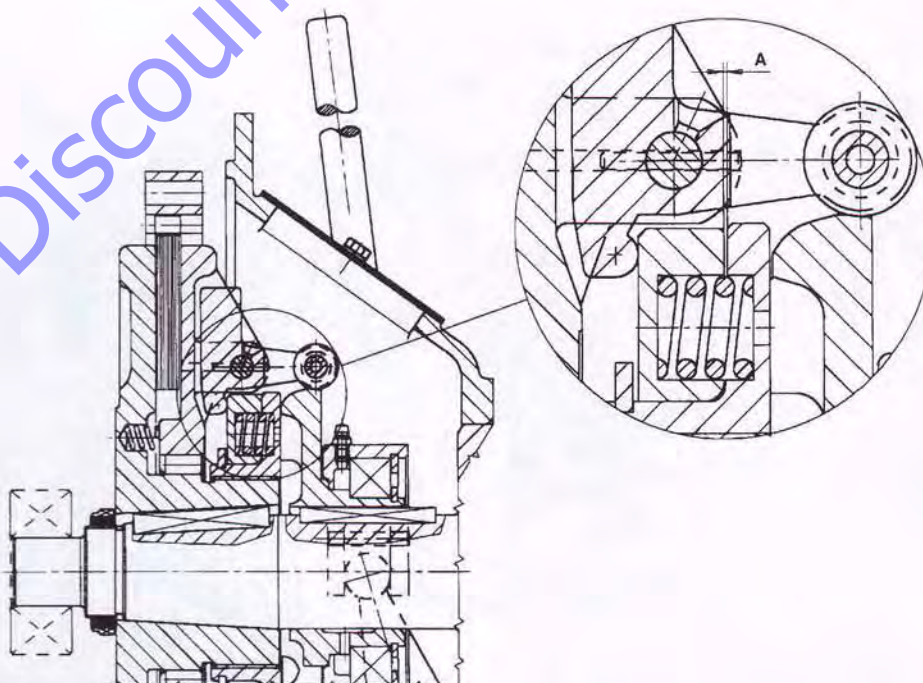
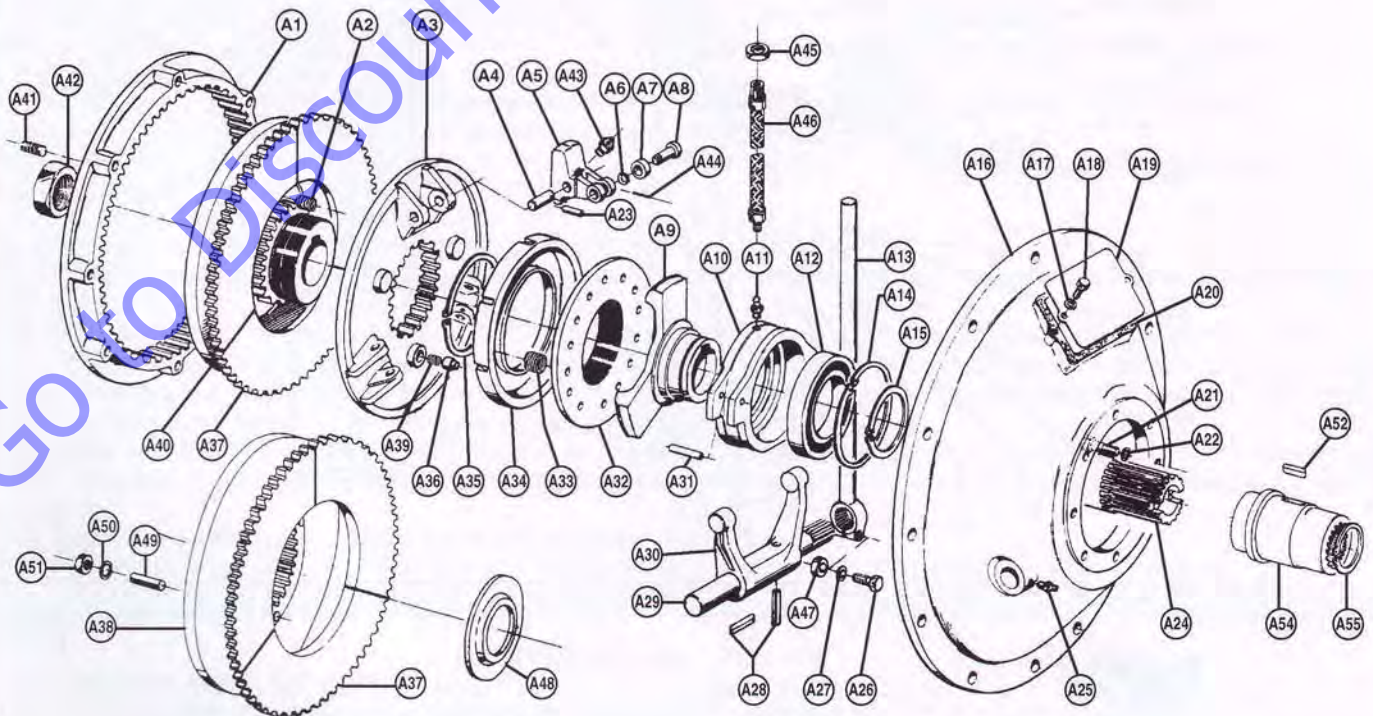

Fig. 1
Fig. 5
Referring to Fig. 1, Fig. 5:
take the inspection cover (A19) off and, with the clutch engaged, measure the distance A (Fig. 1) using a thickness gauge.
Arbre de commande (A25, fig.5), graisser toutes les 300 heures.
Le réglage de l'embrayage (ou son contrôle) ne peut être effectué que si le moteur est à l'arrêt. Référence fig. 1 et fig. 5: retirer le couvercle d'inspection (A19), embrayer et mesurer à l'aide d'un jeu de câles la distance A (fig. 1).
2. Remove Rubber Dust Plug in rear Drive Motors (Fig 1)